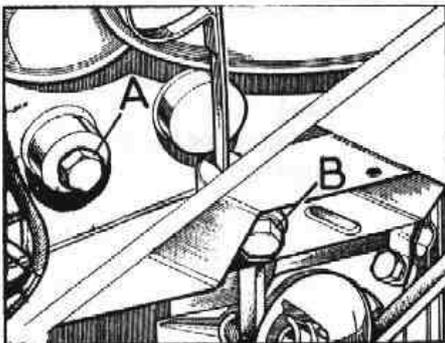

Fig. Q-4 Tapones de vaciado
- 1.5. Quitar el tapón del radiador y vaciar el refrigerante, desmontando el tapón, A (Fig. Q-4) del bloque y el tapón de drenaje, B, del radiador.